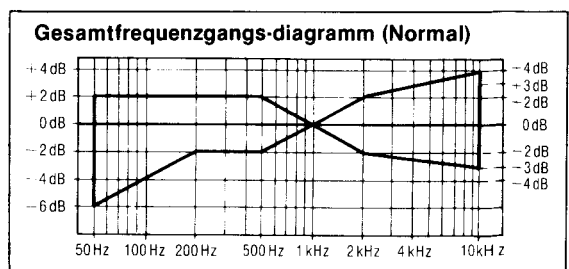
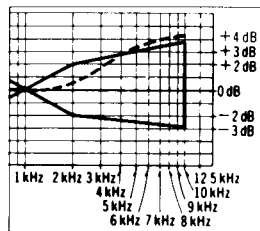
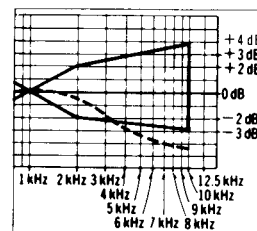

Fig. 10
Fig. 12
Fig. 13
6. Die in Schritt 5 aufgezeichneten Signale wiedergeben und überprüfen, ob die Frequenzgangkurve innerhalb des Bereichs liegt, der im Frequenzgangdiagramm für normales Band in Fig. 10 gezeigt ist. (Falls die Kurve innerhalb des vorgeschriebenen Bereichs liegt, mit den Schritten 7, 8 und 9 weiterfahren.)
Wenn die Kurve den vorgeschriebenen Gesamtfrequenzgangbereich (Fig. 10) überschreitet, wie in Fig. 12 gezeigt.
- 2) Die Schritte 5 und 6 zur Überprüfung wiederholen. (Wenn die Kurve dabei innerhalb des vorgeschriebenen Bereichs liegt (Fig. 10) mit den Schritten 7, 8, und 9 weiterfahren.)
- 3) Wenn die Kurve den vorgeschriebenen Bereich (Fig. 10) noch immer überschreitet, den Votmagnetisierungsstrom weiter erhöhen, und die Schritte 5 und 6 wiederholen.
Wenn die Kurve unter den vorgeschriebenen Bereich für den Gesamtfrequenzgang (Fig. 10) absinkt, wie in Fig. 13 gezeigt:
- 2) Die Schritte 5 und 6 zur Überprüfung wiederholen. (Falls die Kurve dabei innerhalb des vorgeschriebenen Bereichs in Fig. 10 liegt, mit den Schritten 7, 8, und 9 weiterfahren.)
- 3) Falls die Kurve noch immer unter den vorgeschriebenen Bereich (Fig. 10) absinkt, den Votmagnetisierungsstrom weiter reduzieren, und Schritte 5 und 6 wiederholen.